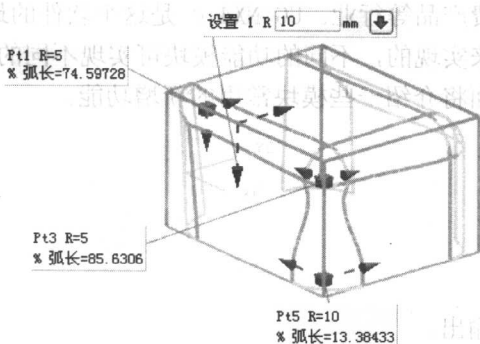

图 1.1 多值显示示意图
- (1) 多值显示：用于显示当前定义的多值参数，其示意图如图 1.1 所示。